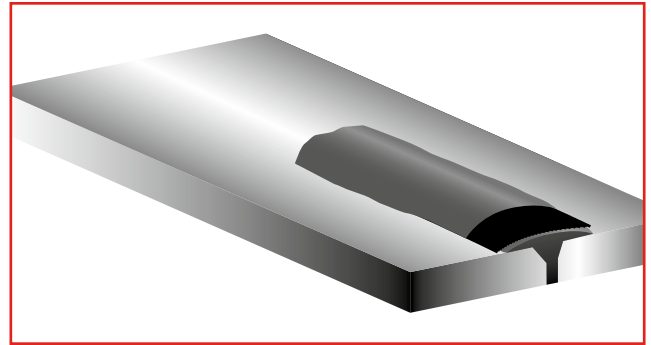

Figura 13. Recubra con otra capa de epóxico la aplicación anterior.
**6. Aplique** otra capa de epóxico de 1/16" a 1/4" (1.5 a 6 mm) sobre la malla reforzada y alise el epóxico. Para evitar el deslizamiento de la reparación, asegúrese de mantener fijas las orillas con el contorno del equipo de reparación. (Vea la figura 13).